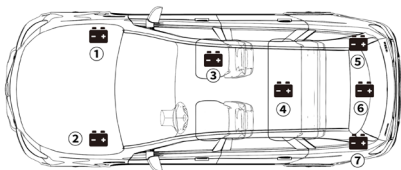

図 3.1.1
- 1) ほとんどのモデルは、エンジンベイのボンネットの下の前角にバッテリーを置きます。図 3.1.1 のバッテリーの位置①と②を参照してください。
- 2) 不均一な重量配分のバランスをとるために、一部のメーカーはエンジンをトランクに置いています。図 3.1.1 のバッテリーの位置⑤、⑥と⑦を参照してください。この場合、バッテリーはプラスチック製のカバーがあり、テストの前に取り外す必要があります。
- 3) 他のモデルの場合、バッテリーは後部座席の下に保管されている可能性があります。図 3.1.1 のバッテリーの位置④を参照してください。
- 4) 一部の車両では、バッテリーは助手席の下です。図 3.1.1 のバッテリーの位置③を参照してください。